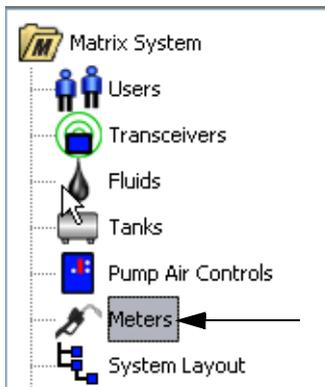

ABB. 85
1. Wählen Sie im Matrix-Systembereich **Zähler** aus, um die Zähler-Setup-Hauptansicht aufzurufen (ABB. 85).